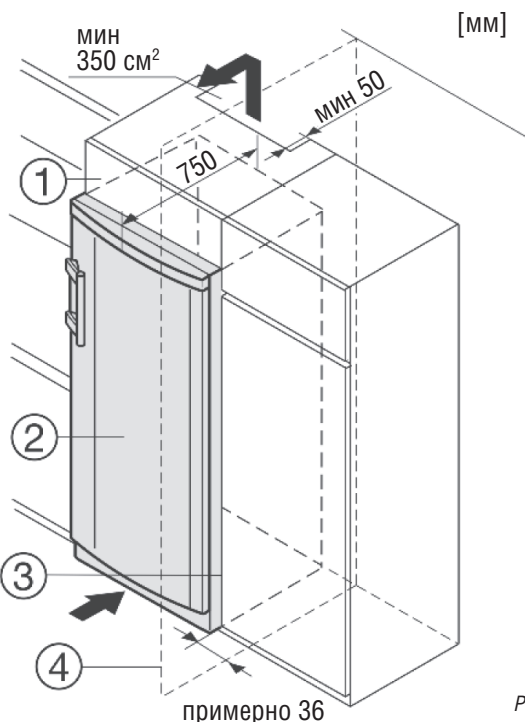

Рис. 8
- (1) Шкаф для устройства
- (2) Устройство
- (3) Кухонный шкаф
- (4) Стена
Устройство можно встроить в кухонную мебель. Чтобы устройство Рис. 8 (2) соответствовало по высоте остальной мебели, над ним можно расположить подходящий шкаф Рис. 8 (1). Встраивая устройство в ряд стандартной кухонной мебели (макс. глубина 580 мм), можно установить его непосредственно рядом с кухонным шкафом. Дверцы устройства выдаются относительно шкафа на 34 мм с краю и на 170 мм в середине устройства. Поэтому они легко закрываются и открываются.
Если устройство установлено петлями к стене Рис. 8 (4), расстояние между стеной и устройством должно составлять не менее 36 мм. Это соответствует габаритам ручки при открытии устройства.